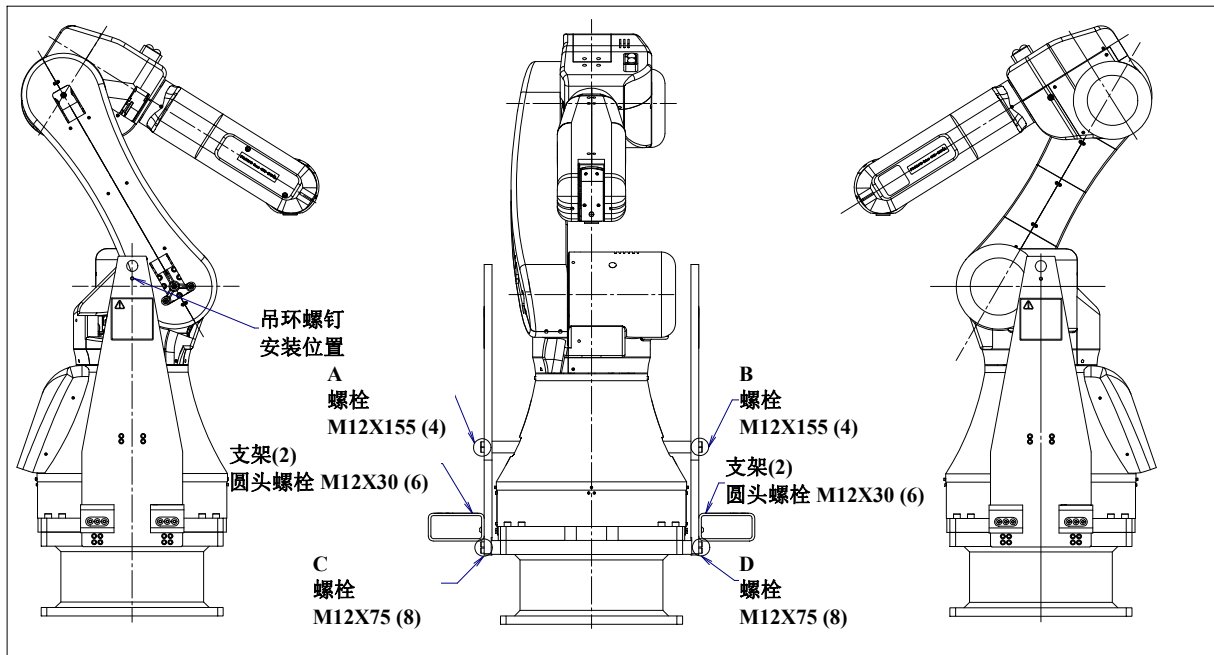

图 1.2 (d) 搬运构件的拆除
- F) 移动外罩到看不见搬运构件为止, 然后拧紧螺栓而固定住 (图 1.2 (h))。